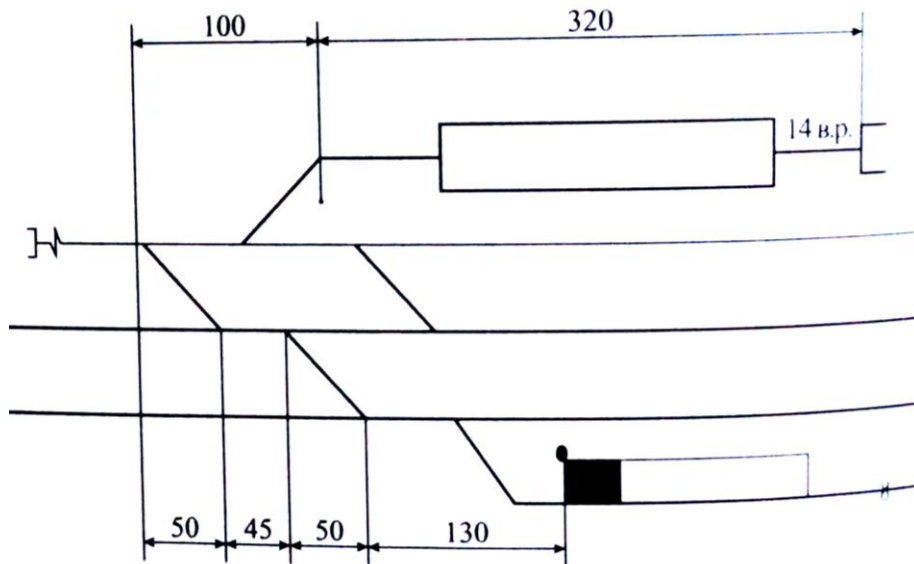

Рис. 2.2. Схема расчета времени на маневры (для вариантов 1,3,5,7,9)
4. Схема для расчета времени на маневры для вариантов 1, 3, 5, 7, 9 (рис. 2.2).